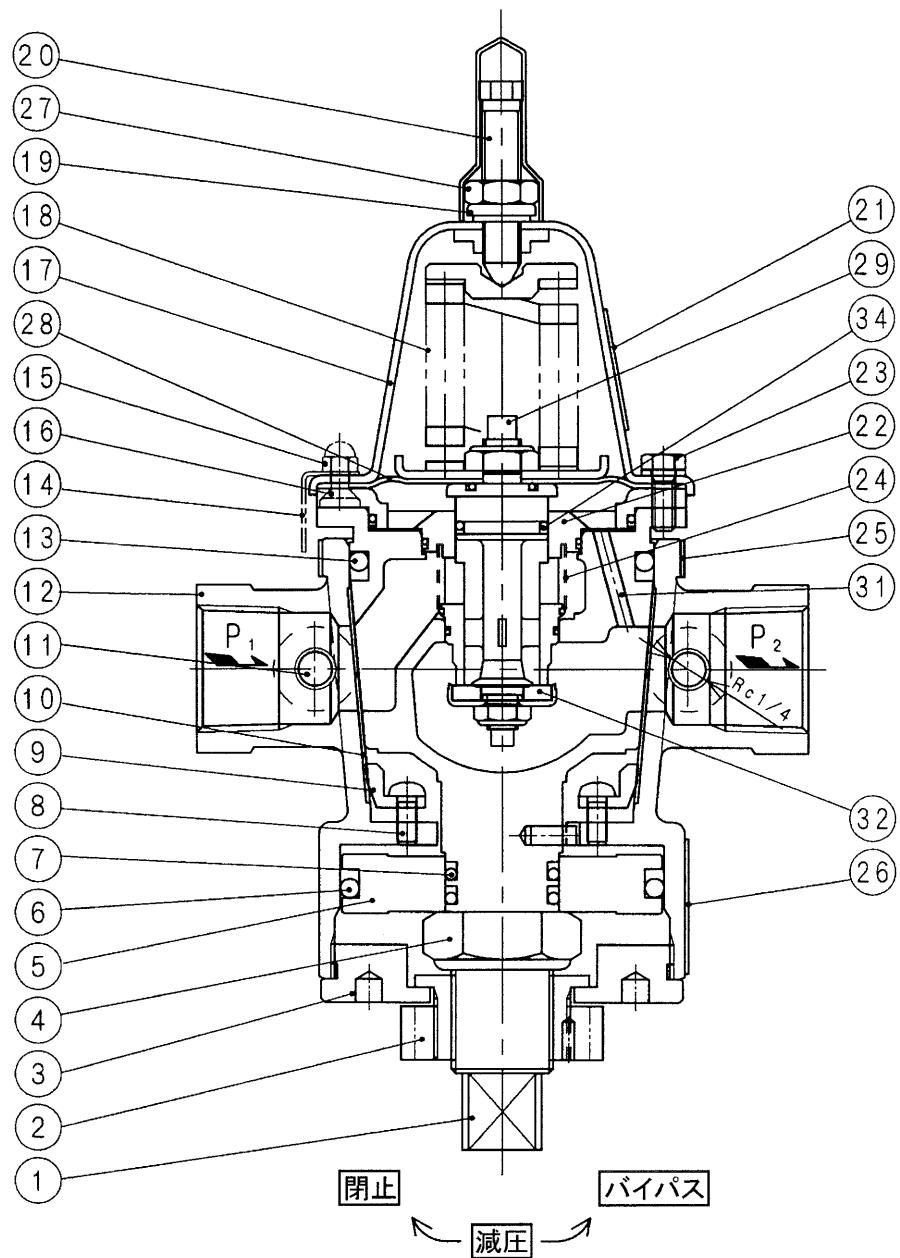

図1 構造図(呼び径20・25)
本弁はダイヤフラムを使用した直動式減圧弁です。構造は図1・2を参照してください。
- 8.4 保守時など、さらにカートリッジの分解が必要な場合は、図1・2の構造をご参考ください。この分解は、必ず六角ナット(27)を緩め、調節ねじ(20)を左回転（時計の針と反対方向）して調節ばね(18)を無負荷の状態にして行ってください。